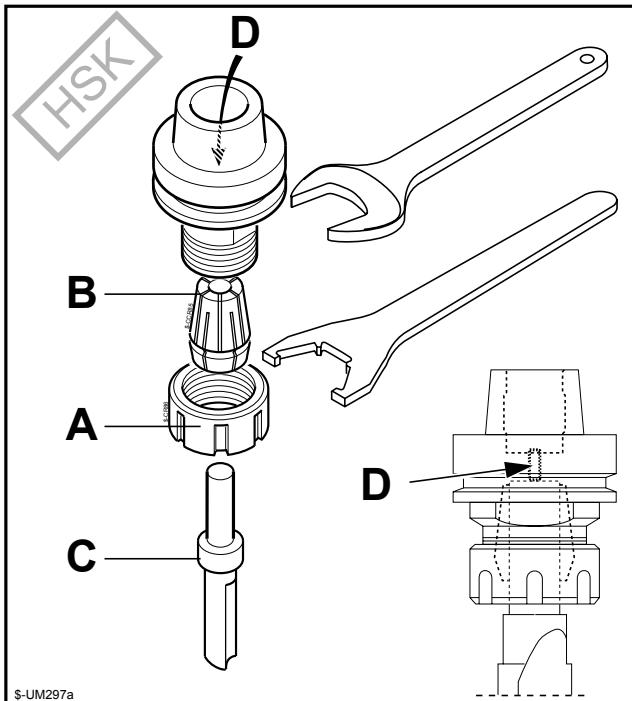

Fig. 5
- Svitare completamente la ghiera A (Fig. 5)